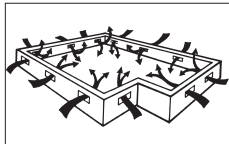

Figura 1
- Los sótanos bajos debe tener un mínimo de 18" (46 cm) desde el suelo a la parte inferior de las vigas. Es necesario cubrir el suelo con una película de polietileno negro de 6-20 mil que actuará como barrera de vapor, con las juntas espaciadas a seis pulgadas y pegadas con cinta adhesiva. El sótano bajo deberá tener una ventilación de perímetro igual a 1.5% de los pies cuadrados del sótano bajo, como mínimo. Estas aberturas de ventilación deberán estar debidamente ubicadas para promover la ventilación cruzada (Figura 1). De ser necesario, las normas locales prevalecerán.